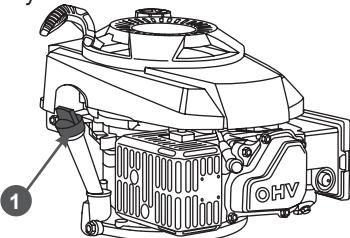

Рис. 17 Крышка-щуп маслозаливной горловины
5. Осторожно открните крышку-щуп 1 (Рис. 17) маслозаливной горловины, протрите его насухо и отложите в сторону.